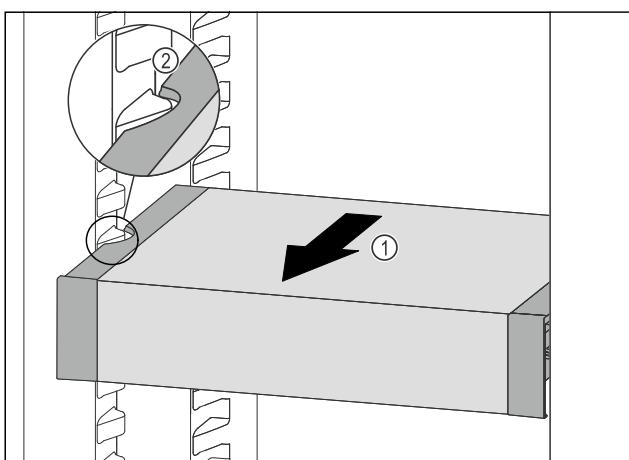

Fig. 68
► Тяните VarioSafe вперед Fig. 68 (1), пока боковые выемки VarioSafe не окажутся на высоте выступа резервуара в холодильном отделении. Fig. 68 (2)